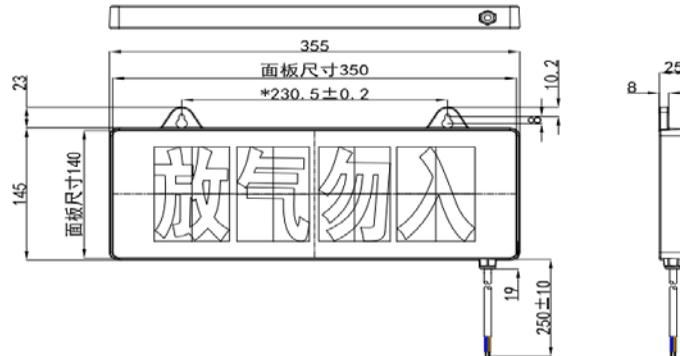

图 1 外形及尺寸图
- 布线施工后，将气体释放报警器悬挂在墙上，安装大孔距为 230.5mm。外形及安装尺寸如图 1 所示。